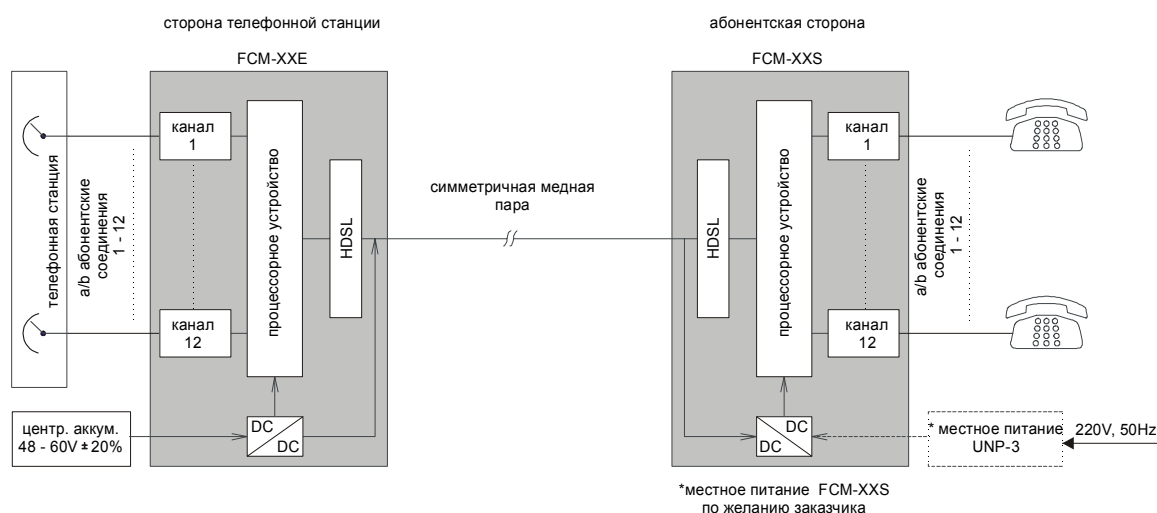

Рисунок 1 Блок-схема системы FCM-12
На рис.1 показана блок-схема системы FCM-12 с основной конфигурацией на стороне станции и абонента. Как показано на блок-схеме, пропускная способность существующего симметричного медного провода может увеличиться в одиннадцать (11) раз в зависимости от версии системы, что делает систему FCM-XX идеальной для абонентских телефонных сетей, на которых нет возможности для подключения новых линий, и на которых внезапно появляется запрос на подключение новых абонентов. С помощью системы FCM-XX можно быстро, качественно и без больших затрат организовать подключение большого количества новых абонентов.